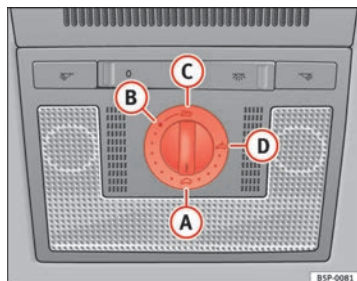

Abb. 69 Detailsansicht des Dachhimmels: Drehschalter Schiebe-/Ausstelldach
- Drehen Sie den Drehschalter in Stellung **(A)** ⇒ Abb. 69 ⇒ ⚠.